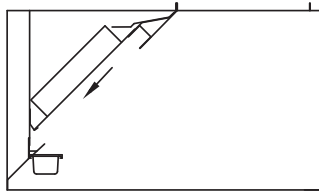

Fig. 24
- Une fois que le filtre est à la hauteur de la goulotte de filtre arrière inférieure, l'engager dans la goulotte, comme sur la Fig. 24.